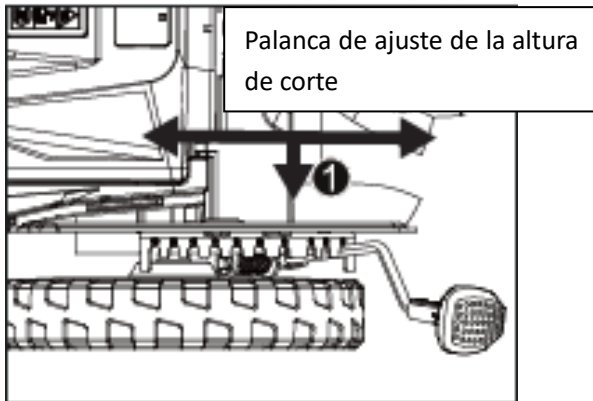

Fig. 7a
- Tire de la palanca de ajuste de la altura de corte para sacarla del enclavamiento y muévala hacia delante o hacia atrás para ajustar la altura de corte deseada (fig. 7a).